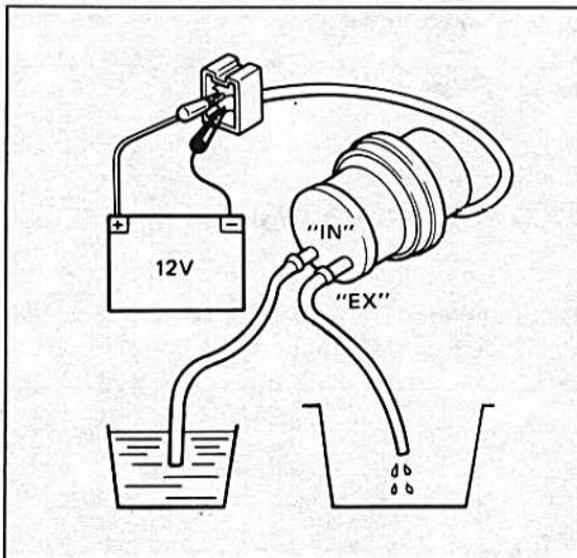

Bild 409
- Die Pumpe muss den Treibstoff fördern. Wenn nicht, die Pumpe ersetzen (Bild 409).